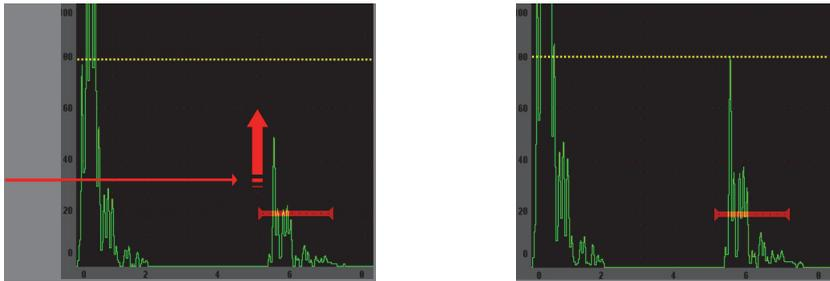

Рис. 2-8 Функция AutoXX%
- Нажатие [2ND F], (AUTO XX%) активирует функцию AutoXX%, которая автоматически настраивает усиление с целью установить стробированную амплитуду эхо-сигнала на XX% полной высоты экрана (значение XX по умолчанию составляет 80 %). См. Рис. 2-8 на стр. 43.